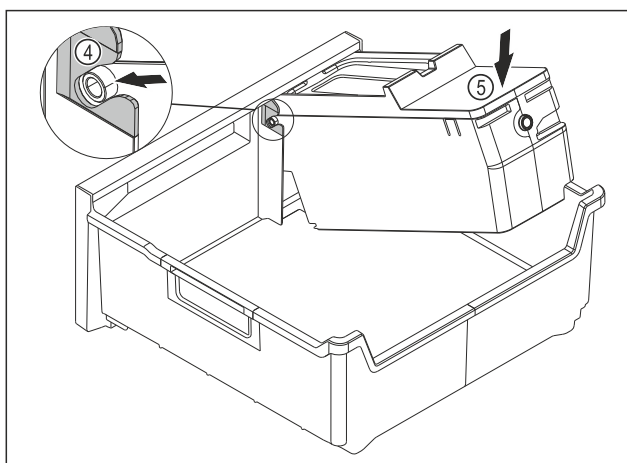

Fig. 187
- ▶ Смонтируйте корпус EasyTwist-Ice: Вставьте оси корпуса EasyTwist-Ice в направляющие Fig. 187 (4).
- ▶ Вдавите корпус EasyTwist-Ice Fig. 187 (5) вниз.